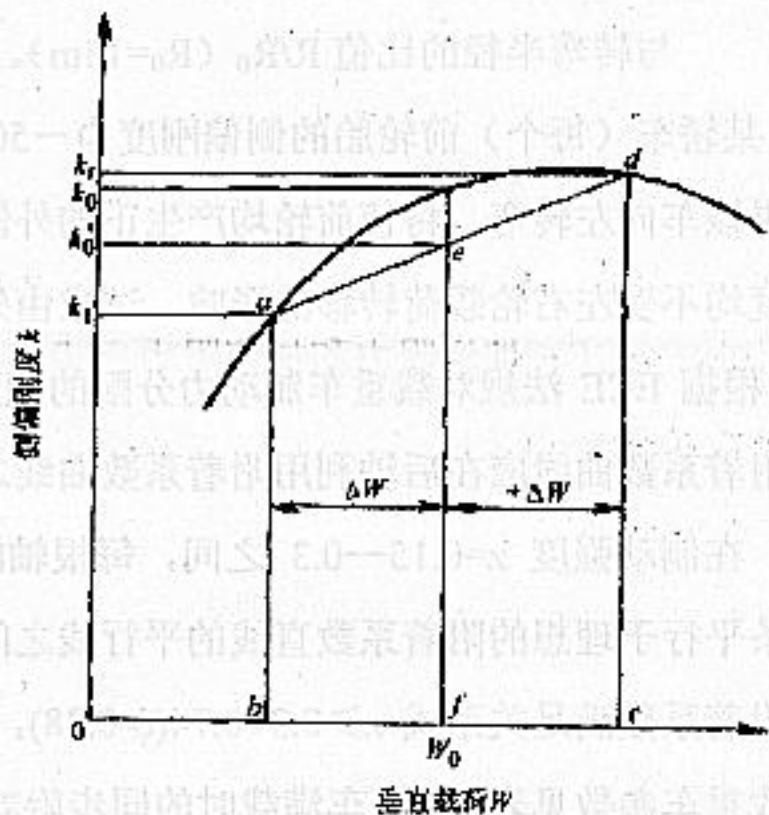

图 2 左右车轮垂直载荷再分配时轮胎的侧偏刚度
4. 曲线行驶时, 由于侧倾力矩的作用, 垂直载荷在左、右车轮上是不相等的。这将影响轮胎的侧偏特性, 导致汽车稳态响应发生变化。请利用图 2, 讨论一下车轮载荷重新分配对轮胎侧偏刚度(绝对值)与稳态响应的影响。(25 分)